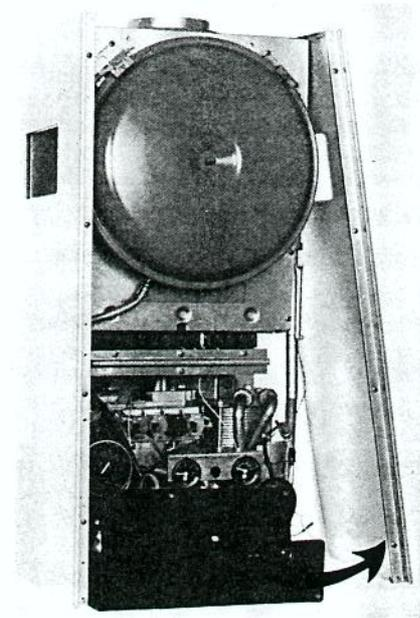

Fig. 21
2) Assembler les pièces en commençant par les deux panneaux de côté (fig. 21). Après les avoir accrochés engager les vis en partie inférieure et les visser à demi.